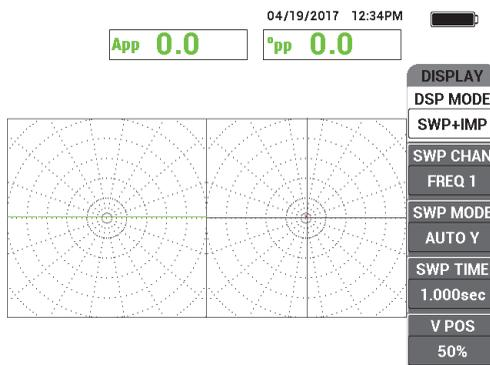

Рис. 5-230 Отображение РАЗВ + ИМП
6. Нажмите клавишу меню DISP (⏏), затем **РЕЖ.ОТОБР** (режим отображения, клавиша A), и поверните ручку регулятора до отображения **РАЗВ+ИМП** (см. Рис. 5-230 на стр. 305).